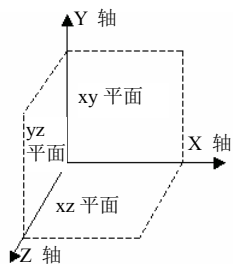

图 5.1.2 坐标系
- （1）选取或定义一个用于定位的三维坐标系或三个垂直的空间平面，如图 5.1.2 所示。
(图 5.1.2),这三个平面的交点就是坐标原点,xy 平面与 xz 平面的交线就是 X 轴所在的直线,xy 平面与 yz 平面的交线就是 Y 轴所在的直线,yz 平面与 xz 平面的交线就是 Z 轴所在的直线。这三条直线按笛卡儿右手定则确定方向,就产生了 X、Y 和 Z 轴。